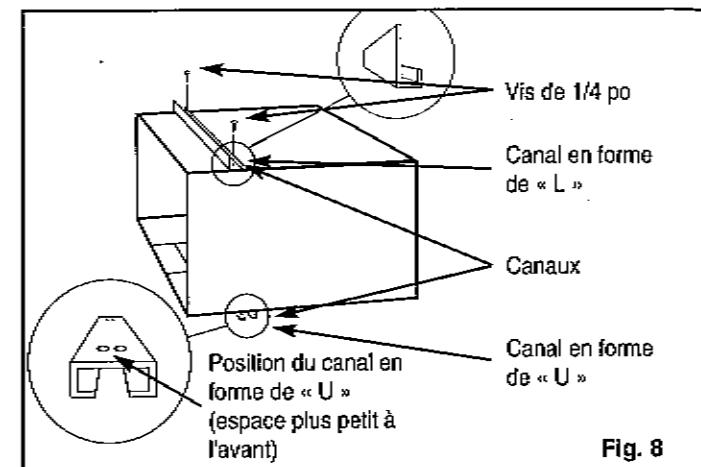

Fig. 8
- **"L" Shaped Top Channel:** Install the "L" shaped channel to the top of the cabinet as shown in Fig. 8 using four (4) 1/4" screws.
- **"U" Shaped Bottom Channel:** Install the "U" shaped channel to the bottom of the cabinet as shown in Fig. 8 using four (4) 1/4" screws.
- Canal supérieur en forme de « L » : Installez le canal en forme de « L » au-dessus du caisson tel que montré à la Fig. 8, en utilisant quatre (4) vis de 1/4 po.
- Canal inférieur en forme de « U » : Installez le canal en forme de « U » au bas du caisson tel que montré à la Fig. 8, en utilisant quatre (4) vis de 1/4 po.